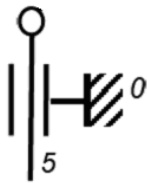

Figure 2 : Schéma de détermination graphique de la course du poinçon
2.6. Précisez l'échelle du schéma présenté en Figure 2.
2.7. Tracez sur le schéma de la Figure 2 les positions de la bielle 2 et de l'arbre 1 lorsque le poinçon se situe au point mort haut